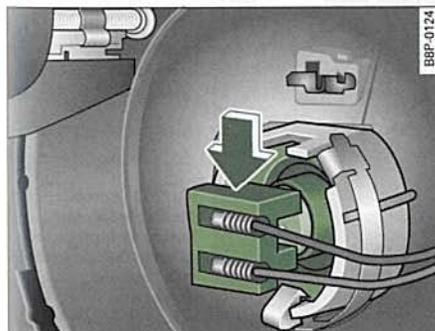

Fig. 249 Carcasa portalámpara: Base portalámpara para la luz de cruce
- Haga presión, hacia abajo, sobre la lámpara en el conector de plástico ⇒ fig. 249 y extraiga el conector junto con la lámpara de la carcasa del faro.